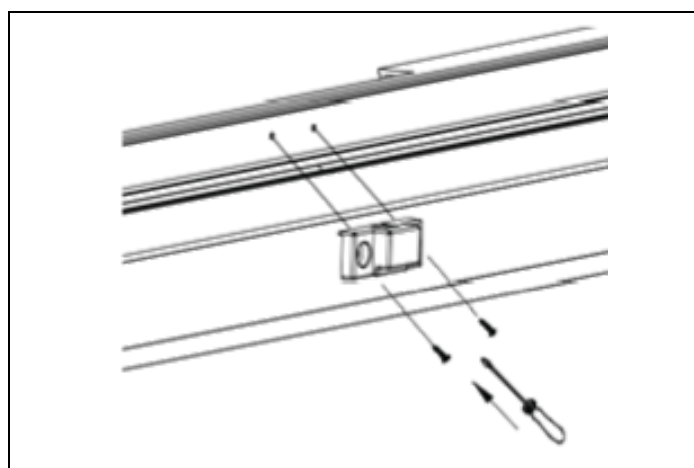

Fig. 6
- 6) Fixer au préalable le support de porte au panneau de porte personnalisé à l'aide de vis à bois ST3,9x16, en respectant les dimensions indiquées sur la Fig. 6.